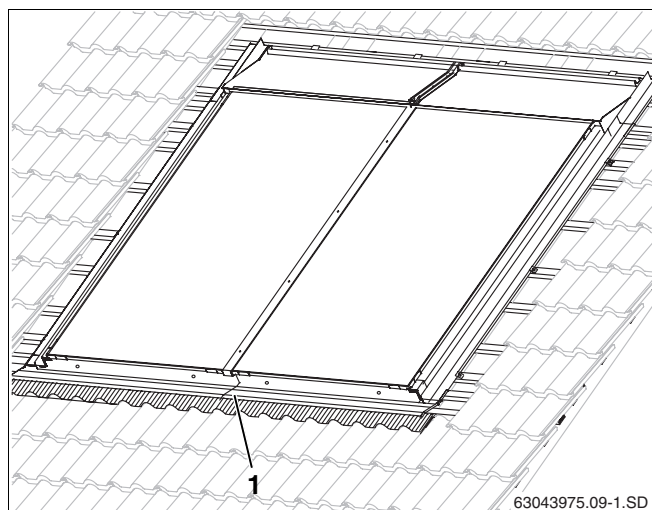

Fig. 42 Chapas de cobertura montadas à volta do campo
No caso da montagem horizontal, as chapas de cobertura inferiores, centrais e superiores não se sobrepõem entre dois colectores (fig. 42, **item 1**), mas no meio de um colector.